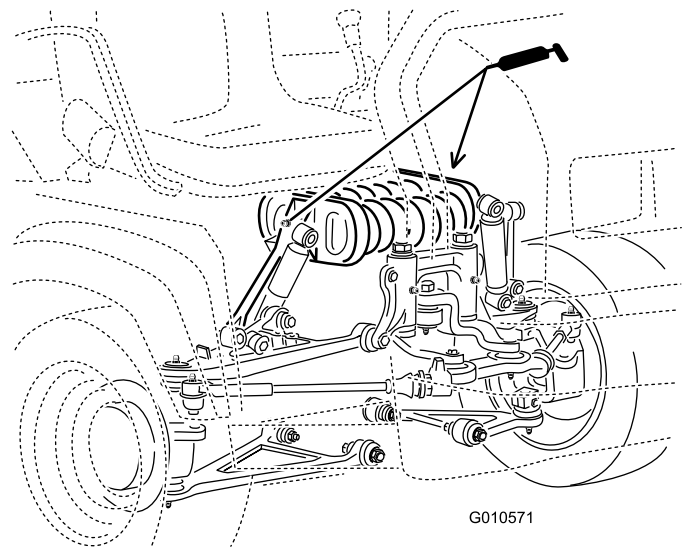

Figure 30
- **Tourelle de suspension (2) ;** voir Figure 30